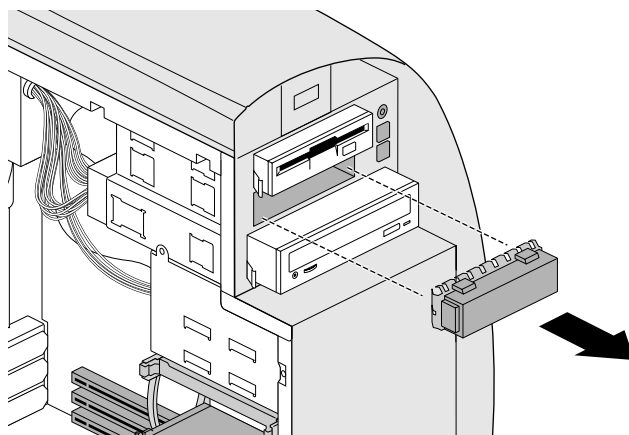

図 4-4 リムーバブルドライブスロットからのカバープレートの取り外し
7. システムのドライブ用開口部がカバープレートで覆われている場合は、それを取り外します (図 4-4)